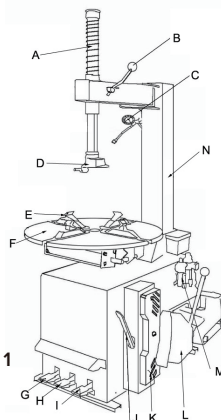

Fig. 1
- Fare riferimento alla Fig. 1 per verificare che l'attrezzatura sia in perfette condizioni, assicurandosi che nessuna parte sia danneggiata o mancante.